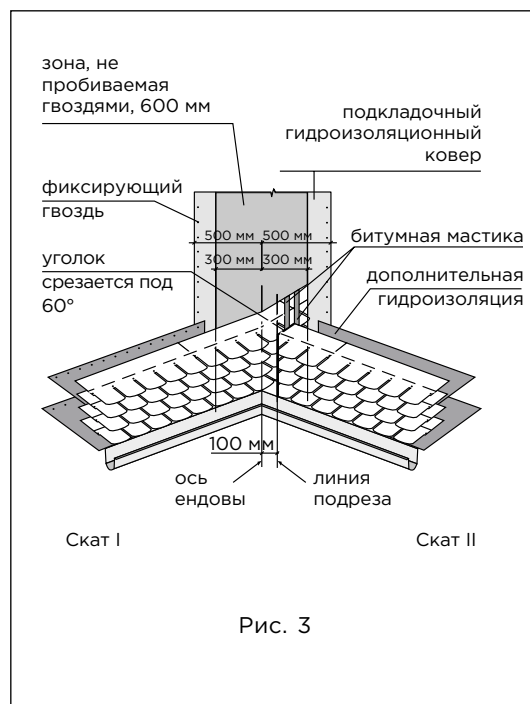

Рис. 3
Ендова (рис. 3)
- лист, подходящий к ендове со ската II, должен доходить до линии подрезки и обрезаться по ней. Верхний уголок обрезанного края листа подрезается под углом 60° (50×30 мм — рис. 3);
1. Необходимо также подрезать верхний уголок обрезанного края листа (см. рис. 3б) для правильного стока воды.
2. Крепление обрезанного листа к профилю ендовы осуществляется при помощи сплошной полосы битумной мастики (рис. 3а).
4. В случае, если скоба «Компакт-клип» приходится на место обреза листа, можно либо обрезать накладку, оставив минимум 20 мм в нижней части (рис. 3б), либо произвести укладку листов без использования накладки.